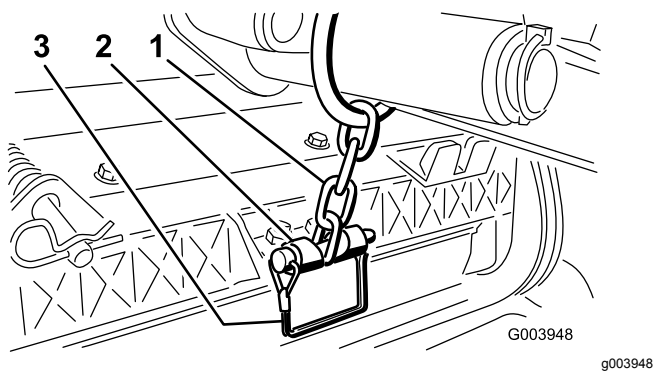

Figura 12
12. Fissate la catena del braccio di sollevamento alla staffa della catena, usando il perno di ritenuta (Figura 12).